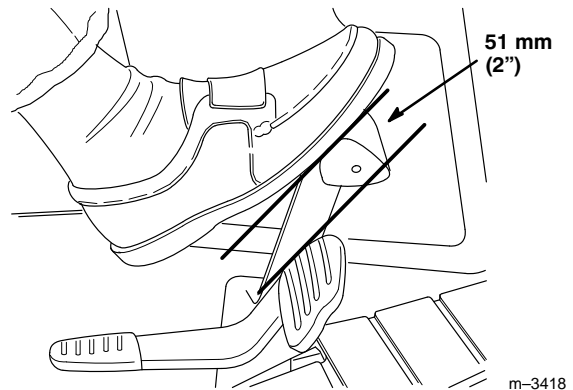

Abbildung 36
3. Das Bremspedal herunterdrücken. Es sollte ein Spiel von 51 mm (2") vorhanden sein (Abb. 36), bevor die Bremse zu greifen beginnt.